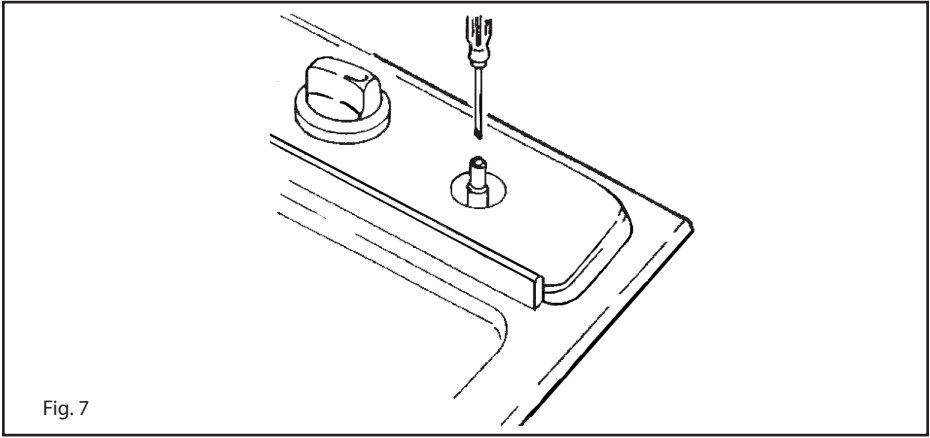

Fig. 7
- per la regolazione del minimo agire con opportuno cacciavite sulla vite posta sul rubinetto (Fig.7) dopo averlo ruotato in posizione di minimo. Per GPL (butano/propano) avvitare a fondo.